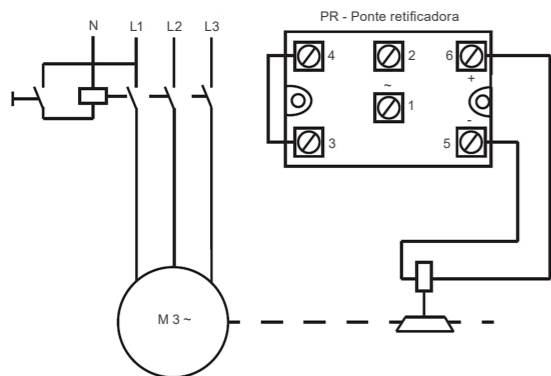

Figura 2.1: Esquema de ligação na ponte retificadora para frenagem normal
A. **Frenagem normal:** a alimentação da ponte retificadora da bobina do freio pode ser realizada diretamente a partir dos terminais do motor, sem interrupção, conforme mostrado na Figura 2.1 e Tabela 2.1.